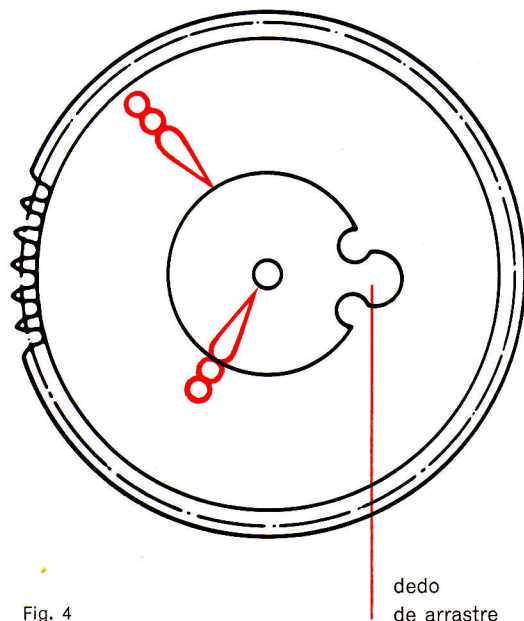

Fig. 4
- 7.1.9. Lubricar el interior del agujero de la rueda de minutería y el contorno del platillo solidario de la misma. (ver fig. 4)